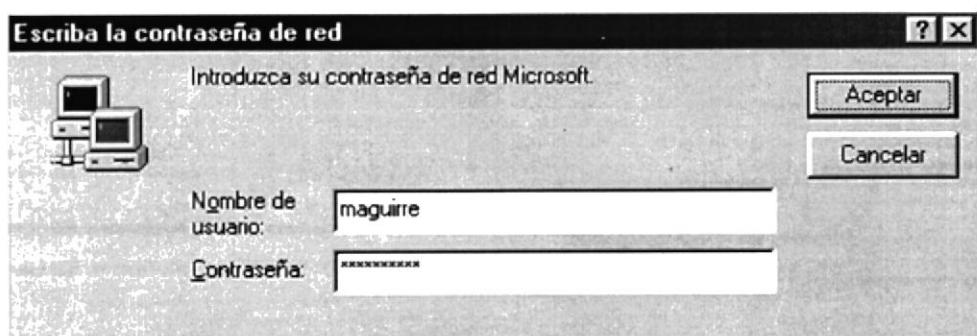

Figura 4.1 Pantalla de Contraseña del Equipo
3. Aparecerá una pantalla de acceso a la red, en la cual tendrá que ingresar el nombre de la computadora que tenga asignada y la contraseña de acceso, si tuviere (ver figura 4.1)